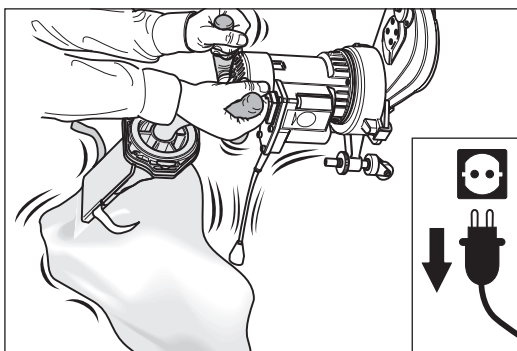

Bild 17 Skaka ut dammresterna ur maskinen i dammpåsen.
- 5 Skaka ut dammresterna ur maskinen i dammpåsen (bild 17).